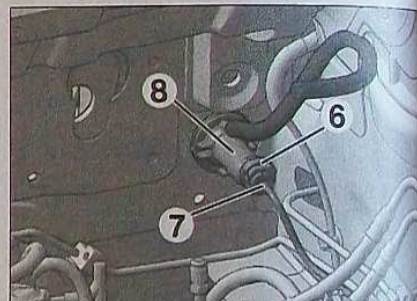

FIG.5
- L'agrafe (6) (Fig.5).
- Le tuyau (7).